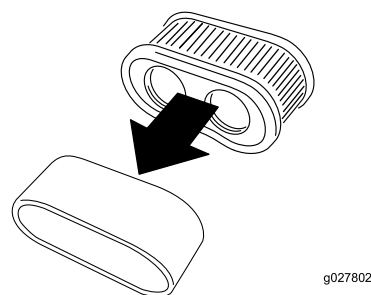

図 36
5. スポンジエレメントとペーパーエレメントを取り外す 図 36。